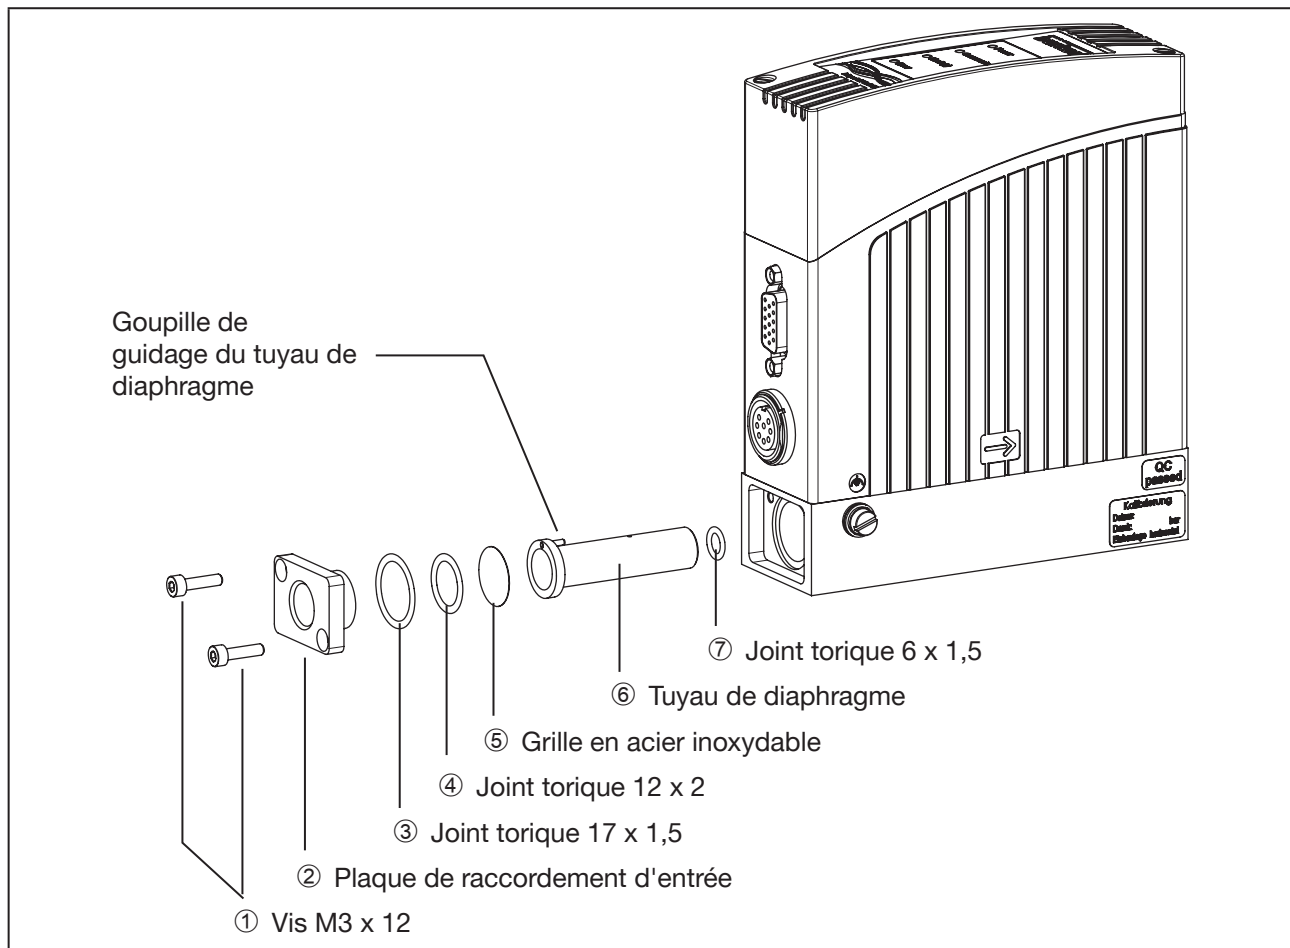

Fig. 11 : Maintenance, nettoyage
- Pour accéder à la grille en acier inoxydable, desserrer la plaque de raccordement d'entrée ② (voir Fig.11 : Maintenance, nettoyage).
- Remettre les pièces en place, dans l'ordre et dans la position correcte (voir Fig. 11 :Maintenance, nettoyage).
- Le tuyau de diaphragme ⑥ doit être installé de sorte que la goupille de guidage du tuyau soit insérée dans l'alésage correspondant du bloc de base.
- Lors de l'installation, la partie fine de la grille en acier inoxydable ⑤ doit être dirigée vers la plaque de raccordement d'entrée ②.